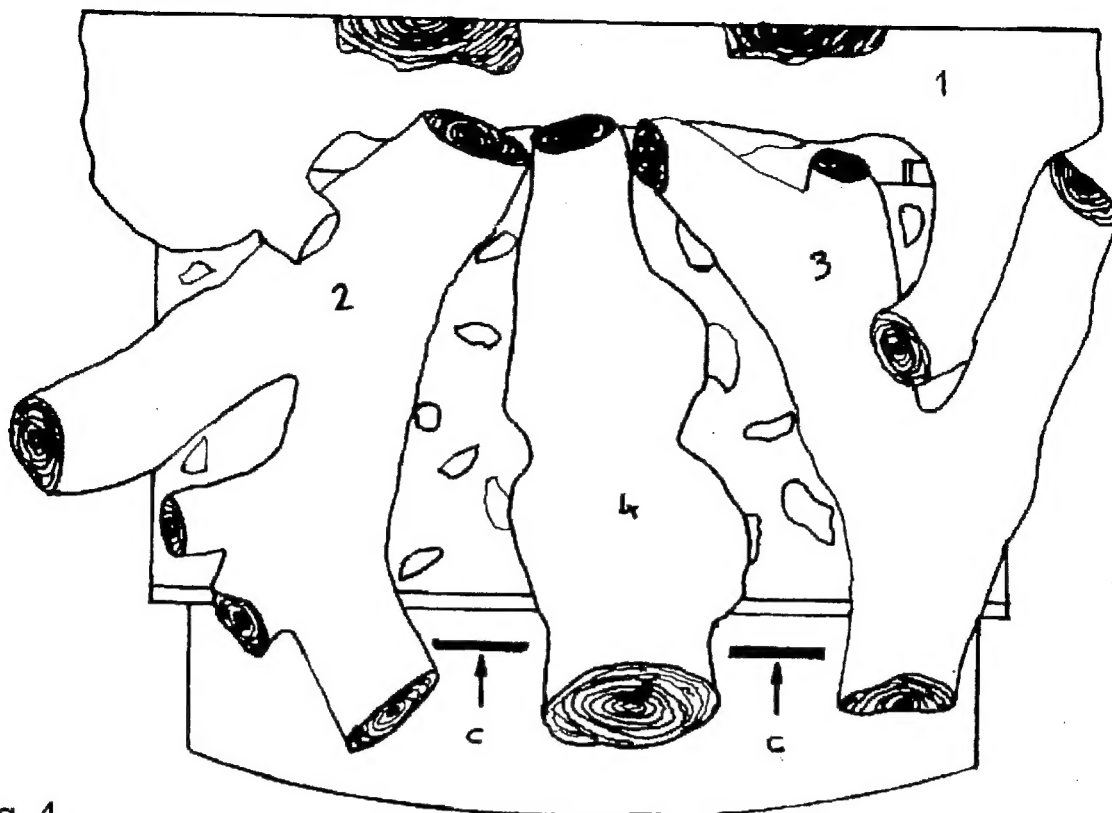

fig. 4
2. Mettez la bûche arrière n° 1 avec l'évidement sur le bord qui se trouve contre la paroi arrière (fig. 4).
3. Mettez ensuite la bûche gauche n° 2, la bûche droite n° 3 et dernièrement la bûche du milieu n° 4. Faites attention que la bûche du milieu soit placée entre les supports C (voir fig. 4).